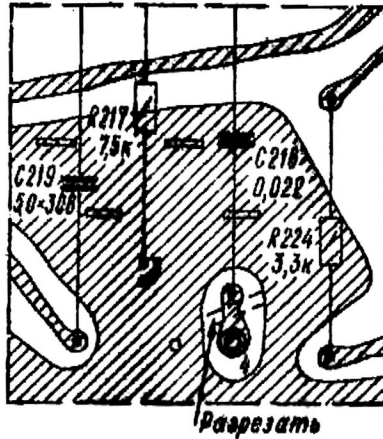

Рис. 7. Печатная плата блока 2 телеприемника типа УЛТ-6I-П-4
2. Разрезать печатный проводник блока 2, соединяющий конденсатор С2-16 с контрольной точкой 4, в соответствии с рис. 7.